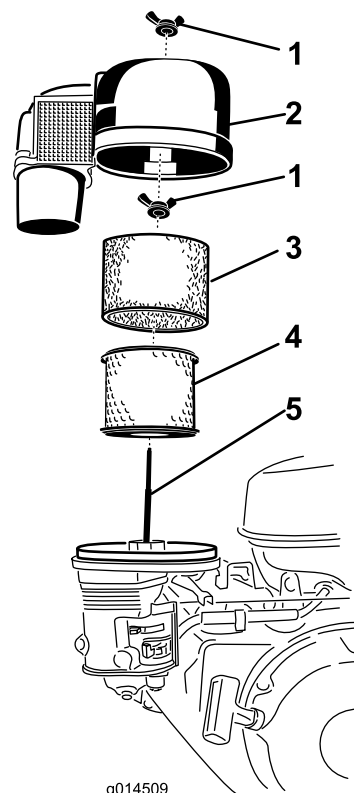

Figura 14
3. Retire la tuerca de orejeta, y retire la tapa del limpiador de aire con la cubierta del filtro de aire (Figura 14).
4. Retire el elemento de espuma (Figura 14).
5. Retire la tuerca de orejeta de la parte superior del elemento de papel y retire el elemento de papel (Figura 14).
1. Limpie el elemento de papel golpeándolo suavemente para eliminar el polvo. Si está muy sucio, sustituya el elemento de papel (Figura 14).